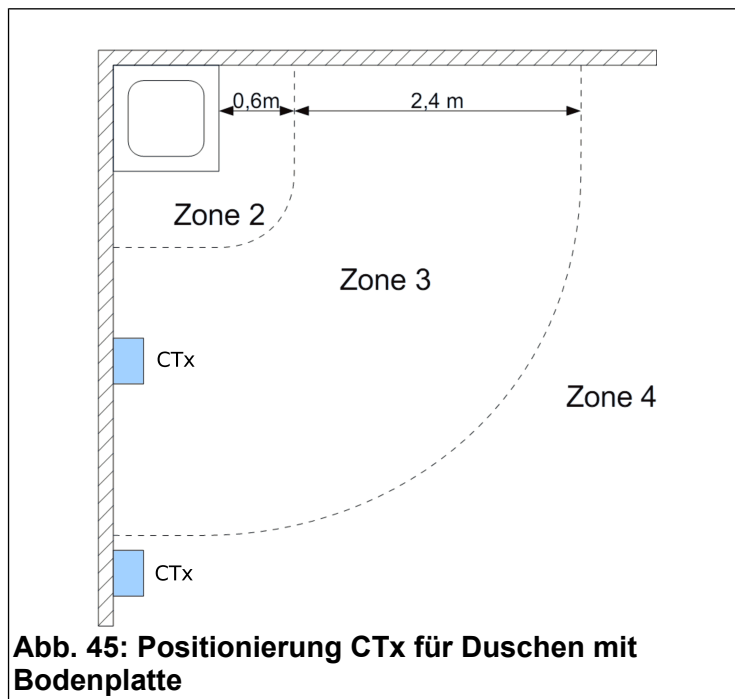

Abb. 45: Positionierung CTx für Duschen mit Bodenplatte
- Die Rechtsvorschriften des Installationslandes für die Aufstellung von elektrischen Geräten in Räumen besonderer Art (Duschen, Schwimmbäder, usw.). Bei Verwendung des CTx für Duschen sieht die Norm IEC60364-7 die Installation in „Zone 3“ vor, vorausgesetzt, dass das Gerät über einen Differentialschalter (IC=30mA) gespeist wird. Für eine höhere Sicherheit empfehlen wir ihre Installation in „Zone 4“. Siehe Abb. 45 und Abb. 46 zur Identifikation der Zonen.
- Bei Verwendung des **Relais Steuergeräts** für Duschen sieht die Norm IEC60364-7 die Installation in „Zone 3“ vor, vorausgesetzt, dass das Gerät über einen Differentialschalter (IC=30mA) gespeist wird. Für eine höhere Sicherheit empfehlen wir ihre Installation in „Zone 4“. Siehe Abb. 45 und Abb. 46 zur Identifikation der Zonen.
Das mitgelieferte Netzteil in einer Schalttafel weit ab von der Duschzone positionieren; hierzu die im Installationsland geltenden Vorschriften beachten. So zum Beispiel verlangt die Norm IEC60364-7 Abstände von mindestens 3 m von der Bodenplatte (Abb. 45) oder mindestens 3,6 m von Duschen ohne Bodenplatte (Abb. 46).